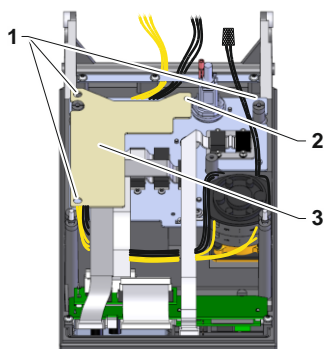

Fig. 7: Fixer la plaque isolante
- Fixer 2 ou 3 (sur 27853-2, 27853-4) boulons filetés M4x8 sur les vis (marquage 1 → Fig. 7) de la tôle d'interface.
- Fixer 1 boulon filetés M3x9 (sur 27853-1, 27853-3) la vis (marquage 2 → Fig. 7) de l'interface ZO.
- Insérer la plaque isolante (marquage 3 → Fig. 7) sur les boulons filetés.